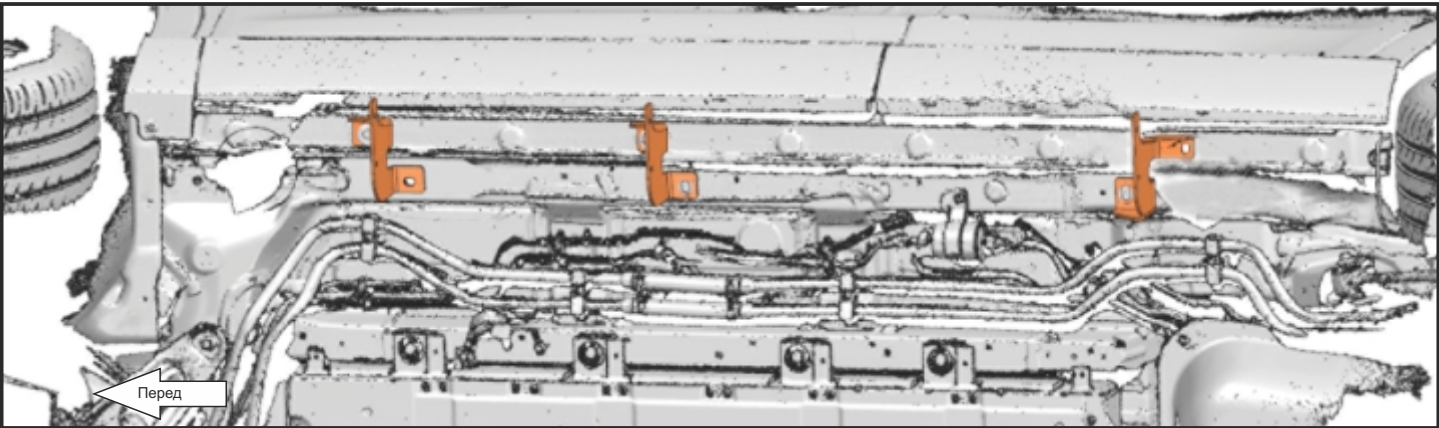

Рис. 3
- 3. Закрепить передний, средний и задний кронштейны при помощи болтов M8x25 и шайб 8 ув. к установленным закладным. Затянуть резьбовые соединения (Рис.3).